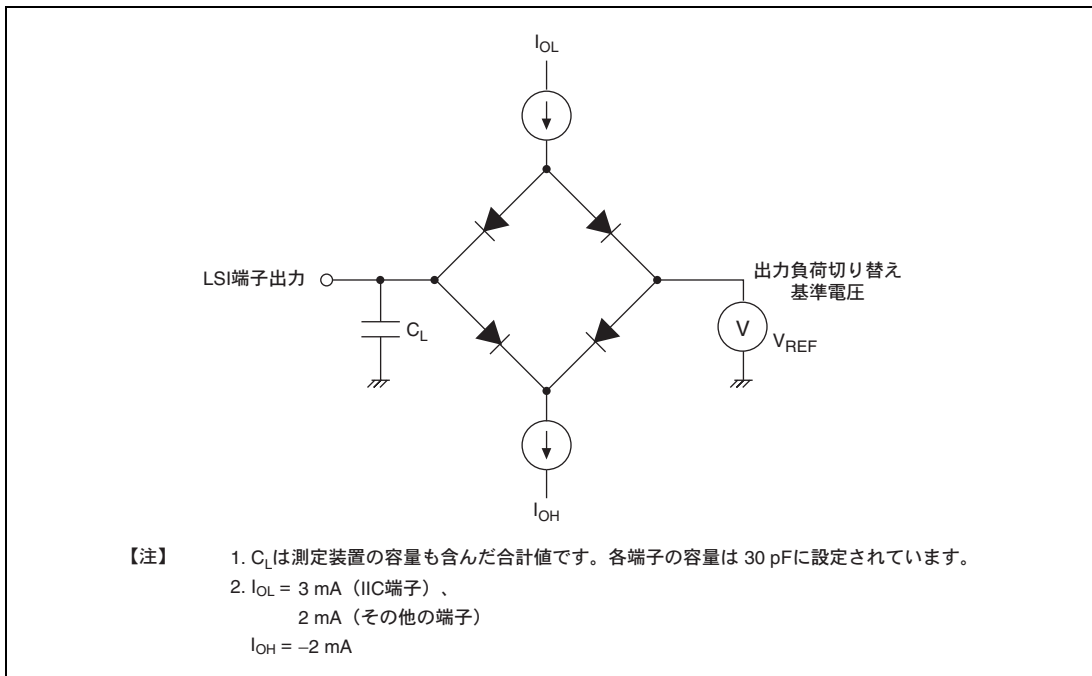

図 41.96 出力負荷回路
3.3V I/O の出力負荷回路を図 41.96 に示します。